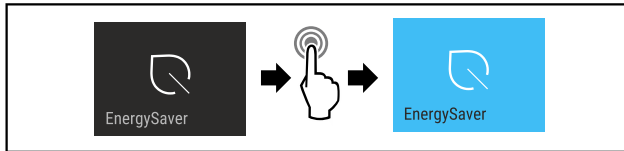

Fig. 14
- ▶ Provedte akční kroky (viz Fig. 14).